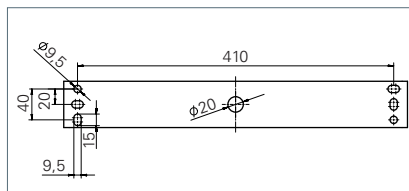

Fig. 7: Schéma de perçage.
- ▶ Montez la fixation à l'aide des vis appropriées au mur ou au plafond, voir Fig. 7.